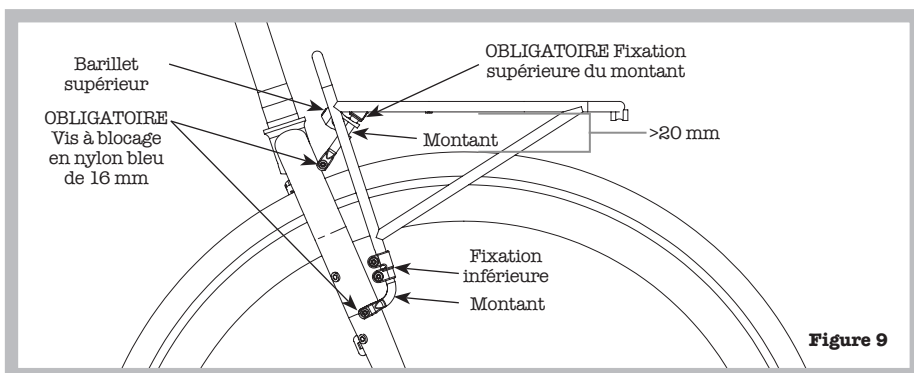

Figure 9
5. Réglez l'angle du porte-bagages de façon à ce qu'il soit parallèle au sol. (Figure 9)